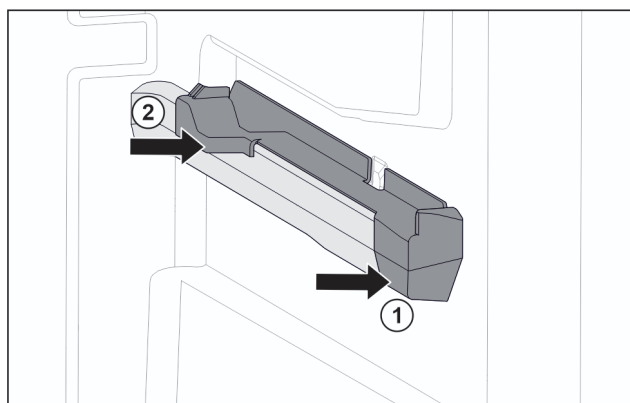

Fig. 103 Element nasadzany na prawym żebrze pojemnika
- Umieścić element nasadzany z przodu na żebrze pojemnika. Fig. 103 (1)
- Docisnąć element nasadzany z tyłu. Fig. 103 (2)